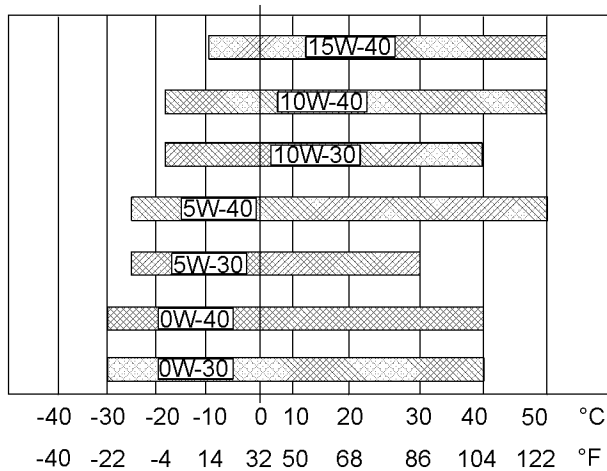

Ilustración 61
Consulte la ilustración 61 (temperatura mínima) para determinar la viscosidad necesaria del aceite para arrancar un motor frío.
Consulte la ilustración 61 (temperatura máxima) para seleccionar la viscosidad de aceite para la operación del motor a la temperatura ambiente más alta esperada.
- Consulte la publicación "Viscosidades de lubricantes" apropiada. Consulte la ilustración 61 para encontrar el grado correcto de viscosidad del aceite para el motor.